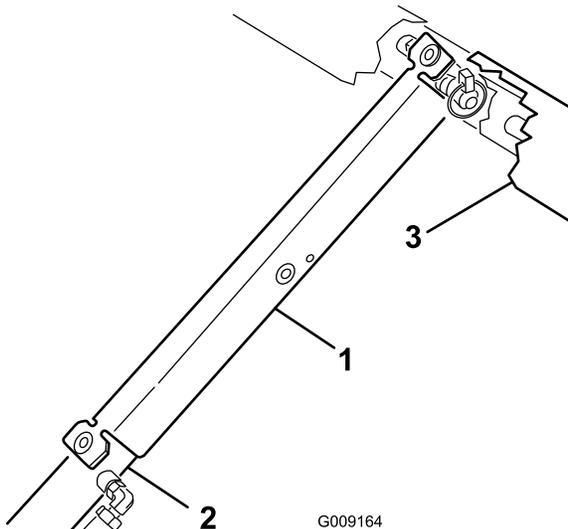

Figura 29
3. Introduza o apoio da plataforma na haste do cilindro, assegurando que as linguetas encostam à extremidade do cilindro e à extremidade da haste do cilindro (Figura 29).